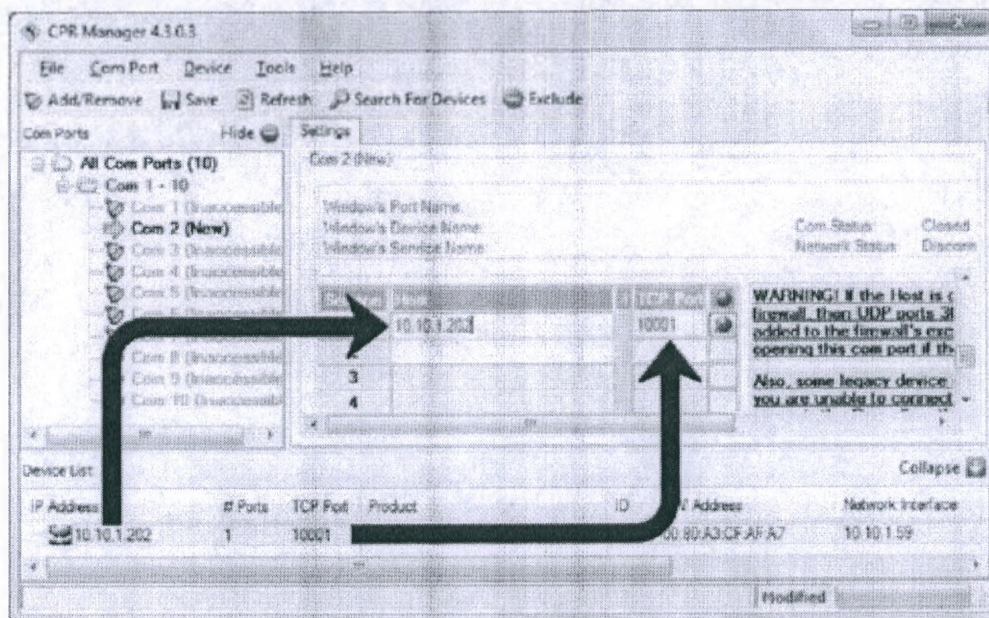

рис. 82
6. В настройках соответствующего виртуального COM-порта нужно ввести в таблицу «Service-Host-TCP Port» соответствующую информацию об аппарате, которым вы будете управлять через данный виртуальный COM-порт. Необходимая информация находится в «Device List» («Список устройств»). См. рис. 82.